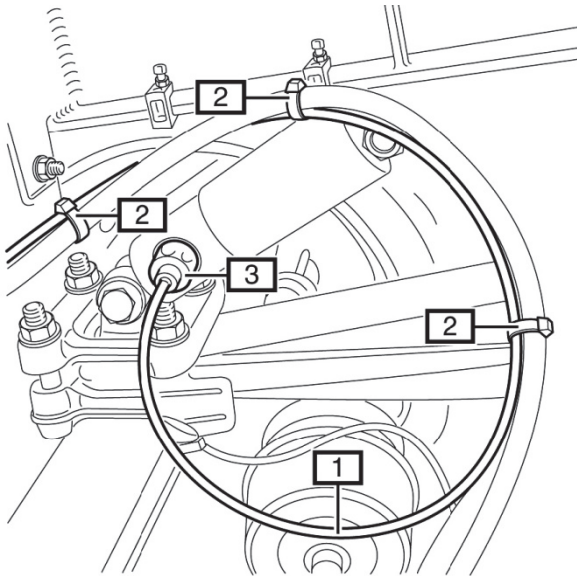

Fig. 5:
- **Fig. 5** Neues PA Luftrohr (1) vom Leitungsverbinder zum Proportionalventil (3) verlegen.
- **Fig. 5** Lay a new PA air pipe (1) from the pipe connector to the proportional valve (3).
- **Fig. 5** Poser un nouveau tuyau d'aérage en PA (1) du connecteur à la soupape proportionnelle (3).
- **Fig. 5** Colocar un nuevo tubo de aire PA (1) del conector a la válvula proporcional (3).